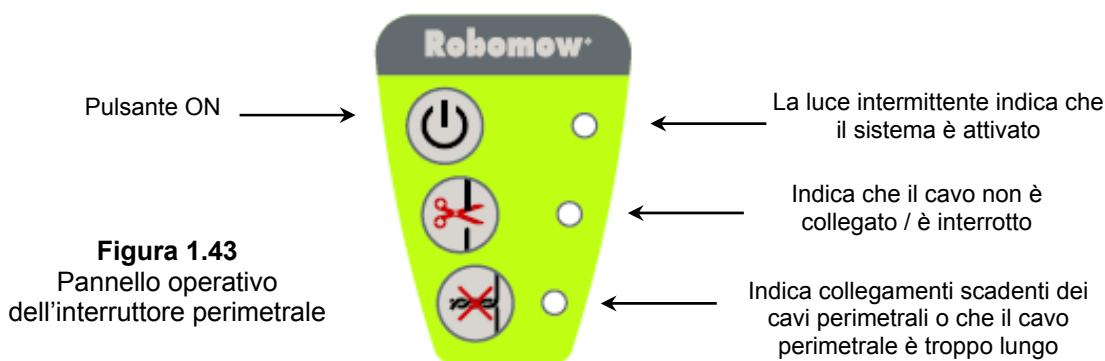

Figura 1.43
- Premere il pulsante **ON**. La minuscola luce verde che si trova vicino al pulsante **ON** indica che il sistema è attivato e funziona correttamente. L'interruttore perimetrale è anche provvisto di indicatori di cavo perimetrale disconnesso / interrotto e di cattiva distribuzione del cavo. Figura 1.43